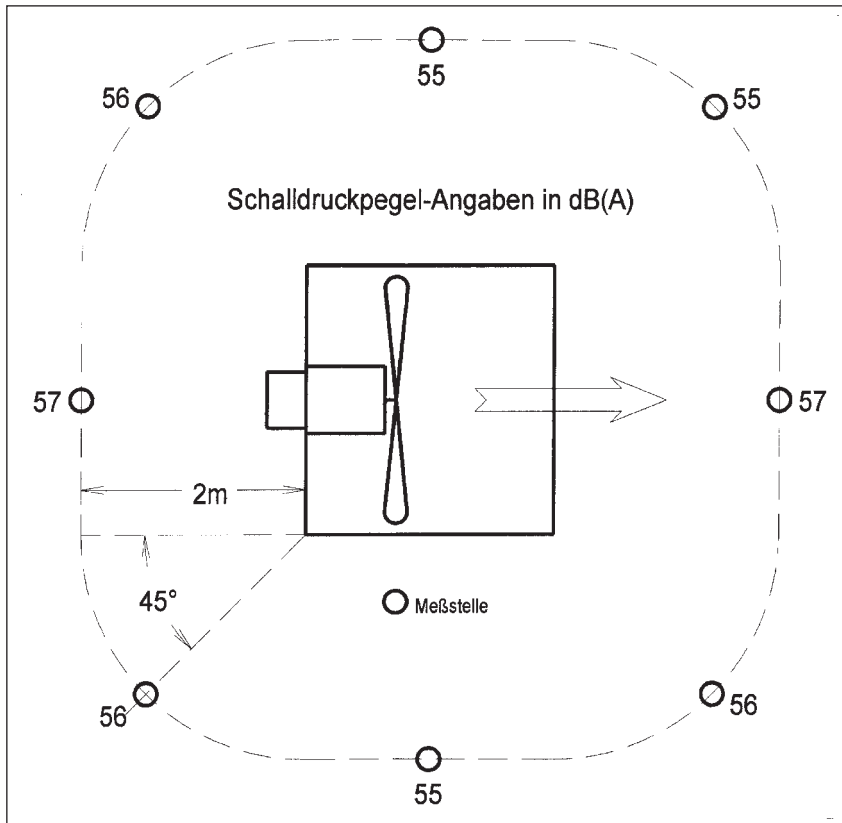

Bild 3:
Das vom Ventilator ausgehende Geräusch ist richtungsabhängig. Im freiansaugenden und freiausblasenden Zustand (0 Pa Druckerhöhung) wurden in 2 m Abstand vom Ventilator in Strömungsrichtung ein Schalldruckpegel von 57 dB(A) und quer zur Strömungsrichtung ein Schalldruckpegel von 55 dB(A) gemessen (siehe Bild 3). Dies entspricht in 7 m Abstand unter sonst gleichen Bedingungen einem Wert von 46 dB(A) bzw. 44 dB(A).